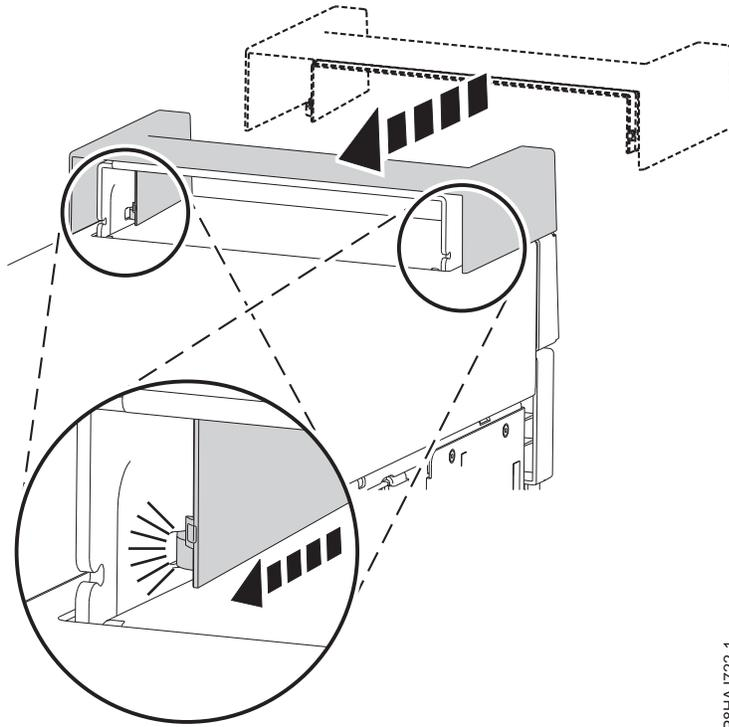

Abbildung 38. Befestigen der Griffabdeckung bei einem Standalone-System vom Typ 8286-41A
1. Befestigen Sie die Griffabdeckung an der internen RDX-Andockstation (FC EUA3), indem Sie sie in Richtung der Rückseite des Systems schieben. Siehe Abb. 38.